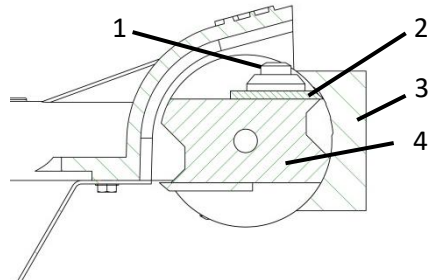

Fig. 9 Ajustar el cuchillo
- > Afloje el tornillo del cuchillo (**1** - Fig.9).
- > Deslice el cuchillo (**2** - Fig.9) hasta el final.
- > Coloca el calibrador de cuchillos (**3** - Fig.9) en el rodillo (**4** - Fig.9) de modo que descansa sobre las dos superficies de apoyo del rodillo en la parte superior e inferior.